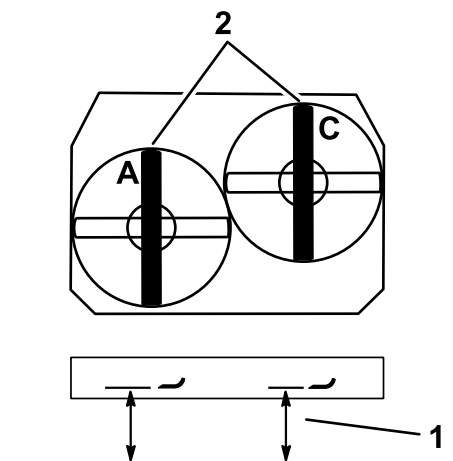

Figura 82
3. Mida la cuchilla izquierda en la posición **A** desde una superficie nivelada hasta el filo de corte de la punta de la cuchilla, y anote esta medida (Figura 82).
4. Mida la cuchilla derecha en la posición **C** desde una superficie nivelada hasta el filo de corte de la punta de la cuchilla, y anote esta medida (Figura 82).
7. Ajuste los pernos de ajuste en las horquillas, en las posiciones **A** y **C**, para obtener la altura correcta (Figura 82).
3. Mida la cuchilla derecha en la posición **C**, desde una superficie nivelada hasta el filo de corte de la punta de la cuchilla, y anote esta medida (Figura 82).